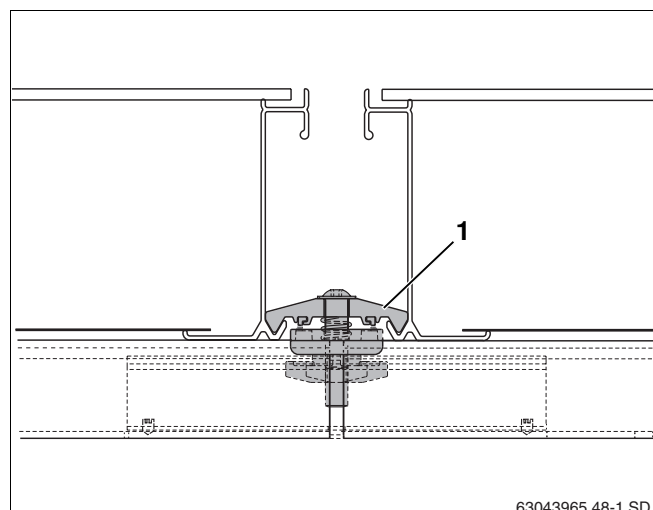

Fig. 48 Fixation double entre deux capteurs
Le serre-flanc (fig. 48, **pos. 1**) de la fixation s'insère maintenant dans le bord inférieur du capteur.